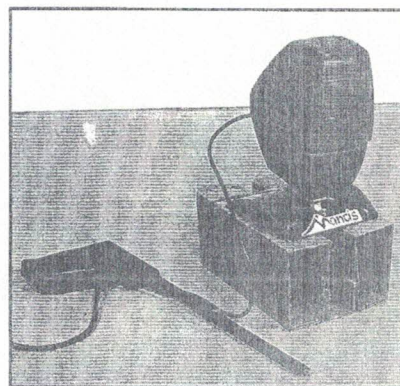

Рис. 1
1. Используйте защитную картонную упаковку для обеспечения устойчивости культиватора. Поставьте двигатель (№ 62) на пол. (рис. 1)